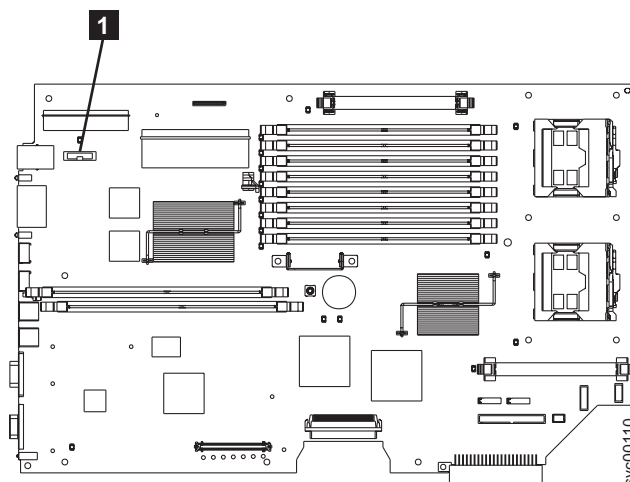

図 173. SAN ボリューム・コントローラー 2145-8F4 または SAN ボリューム・コントローラー 2145-8F2 のバッテリーの位置
5. バッテリー **1** をシステム・ボード上で見つけます。図 173 には、このバッテリーのロケーションを記載してあります。